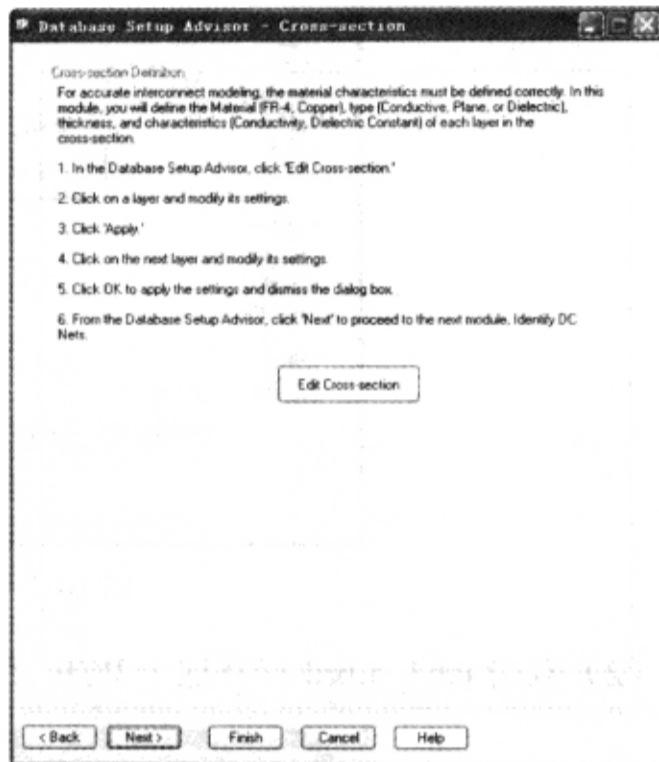

图 10-7-6 “Database Setup Advisor-Cross-section”窗口
(2) 在“Database Setup Advisor”窗口中单击“Next”按钮,弹出“Database Setup Advisor-Cross-section”窗口(PCB 叠层结构),如图 10-7-6 所示。